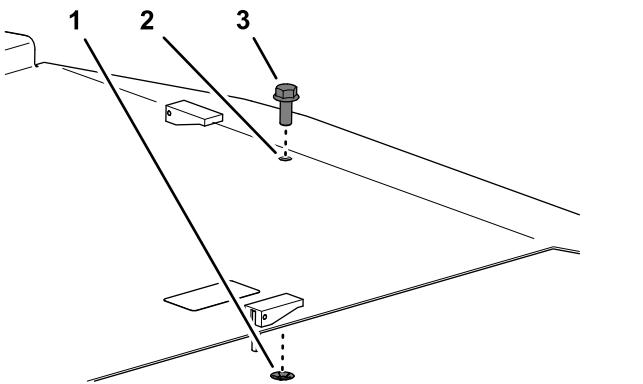

Figura 4
2. Retire la tuerca rápida que sujeta el perno a la cubierta de la carcasa, y retire el perno de la cubierta (Figura 4).